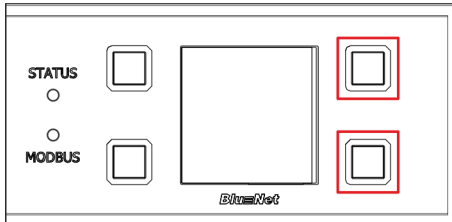

Fig. 79: Pantalla con botones de mando
1. ➔ Mantenga pulsados los dos botones situados a la derecha de la pantalla (Fig. 79/marcados en rojo).
4. ➔ Suelte los dos botones situados junto a la pantalla (Fig. 79/marcados en rojo).